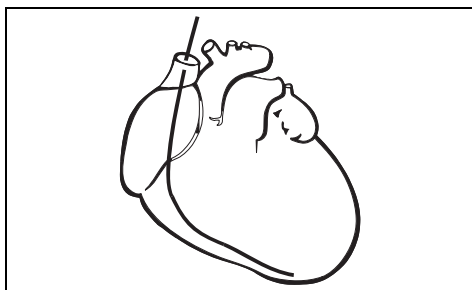

Figura 7. Posizionamento dell'elettrocatetere nel ventricolo
7. Sistemare l'elettrocatteter in modo che sia adagiato sulla parete destra del ventricolo (Figura 7).